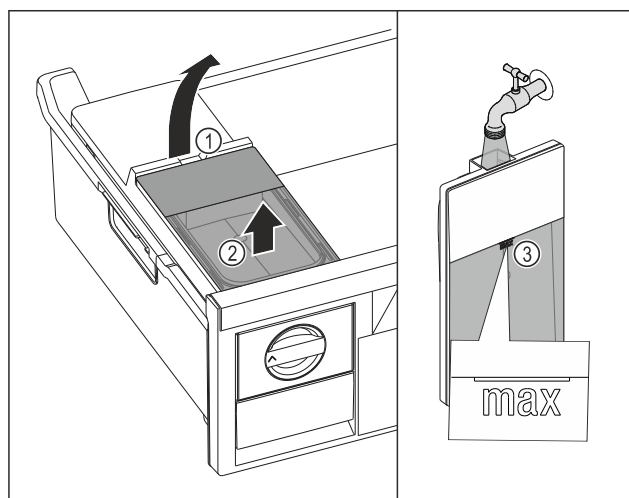

Fig. 75
- ▶ Løft vandtanken op til udsporingen Fig. 75 (1).
- ▶ Tag vandtanken ud fra oven. Fig. 75 (2)
- ▶ Fyld vandtanken med drikkevand op til mærket *Fig. 75 (3)*.